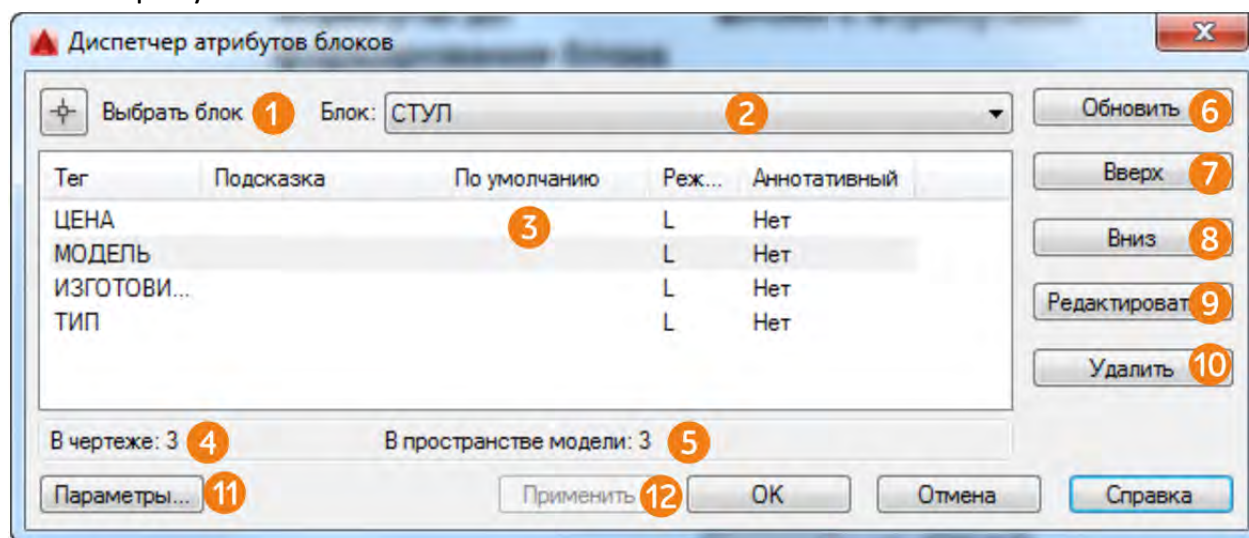

Рисунок 6.5 «Диспетчер атрибутов блоков»
После создания атрибутов и включения их в блок, атрибуты можно редактировать, изменив их названия, режимы и внешний вид. Управление атрибутами на чертеже осуществляется с помощью «Диспетчера атрибутов блоков» (рисунок 6.5), который можно вызвать следующими способами:
- Непосредственное редактирование атрибутов блоков осуществляется в диалоговом окне «Редактирования атрибута», которое вызывается с помощью кнопки «Редактировать» рисунок 6.5 пункт 9.